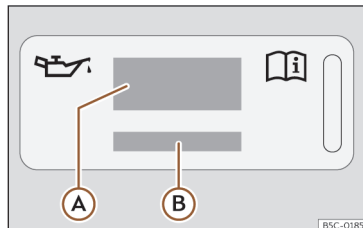

Fig. 220 No van motor: etiqueta de aceite de motor
Lenda da >>> fig. 220:
Se debe encher de novo o aceite do motor, use un dos aceites indicados na etiqueta >>> fig. 220. A etiqueta coa norma
- Se falta a etiqueta coa especificación do aceite motor >>> **fig. 220**, póñase en contacto cun taller especializado.